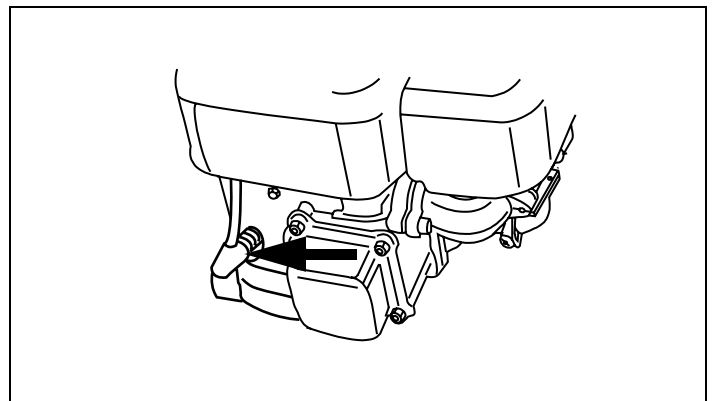

Figure 3. Raccordement typique de bougie
- Reliez le fil de bougie à la tige de mise à la terre éventuel. Voir la Figure 3.